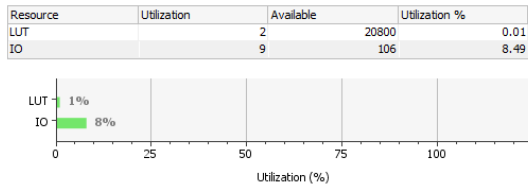

Figura 15. Relatório de uso de recursos após a síntese no Vivado da implementação do circuito *greater-than* de 4 bits.
g) Após sintetizar o código em VHDL da implementação do circuito *greater-than* o Vivado apresenta um relatório dos recursos utilizados na placa de desenvolvimento, Figura 15. Nesse relatório é possível ver que o circuito implementado utiliza duas LUTs, de 5 e 4 entradas, respectivamente, e 9 pinos de I/O. Isso equivale a <1% do número de LUTs disponíveis e 8% do número de pinos de entradas e saídas.